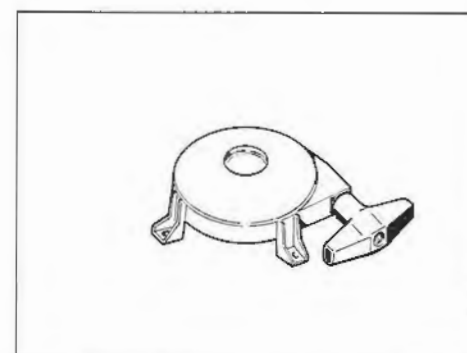

Fig. 21 - Avviamento autoavvolgente - Rücklaufstarter - Arranque reversible
AVVIAMENTO AUTOAVVOLGENTE (Fig. 21).
- RÜCKLAUFSTARTER (Abb. 21)
- ARRANQUE REVERSIBLE (Fig. 21)